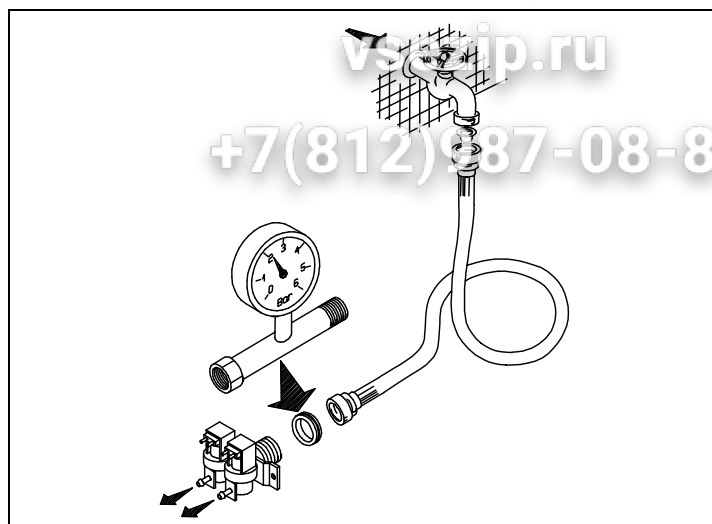
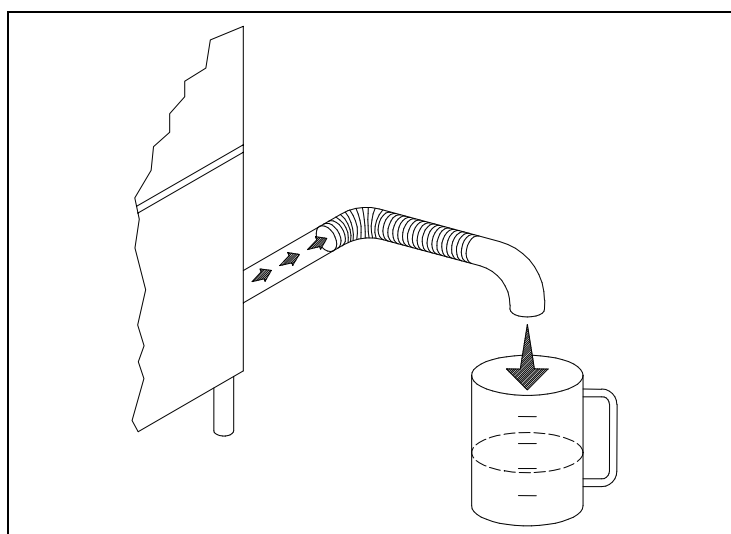

Fig. 2-4
Fig. 2-5
- L'apparecchio è previsto per l'allacciamento all'acqua fredda o calda (max 50 ÷ 55°C), con una pressione a valvola aperta come indicato nella Tab. 2-1. In caso di pressione superiore alla massima consigliata, bisogna installare un riduttore di pressione. In caso di pressione inferiore alla minima consigliata, bisogna installare una pompa di aumento pressione di max 0.5 Hp, con una portata di 20 L/min ed una prevalenza di 15÷20 mt.. Il controllo della pressione deve essere effettuato all'ingresso dell'elettrovalvola (ved. fig.2-4). La condotta dell'acqua deve avere un diametro interno di almeno 16/18 mm (ved. fig.2-5). Collegare il tubo di carico acqua dell'apparecchio ad un rubinetto d'intercettazione (B), posto preferibilmente nelle immediate vicinanze dell'apparecchio, interponendo l'apposito filtro in dotazione (B1) (ved. fig.2-2). Si consiglia l'installazione di un decalcificatore (C) (non in dotazione), montato a monte dell' elettrovalvola della macchina (ved.fig.2-3).
- The appliance is designed for connection to the cold or hot water supply (max. 50 55°C) at a mains pressure with the valve open as shown in Table 2-1 and a minimum output of 10 litres/min. If pressure exceeds the maximum, fit a pressure reducer. If pressure is lower than the minimum, fit a pressure booster pump of max. 0.5 HP, with an output of 20 litres/min. and a head of 15-20 metres. Pressure must be measured at the solenoid valve inlet (see fig. 2-4). The water pipes must have an internal diameter of at least 16/18 mm (see fig. 2-5). Connect the appliance water supply pipe to a cut-out tap (B), preferably placed close to the appliance, fitting the special filter provided (B1) (see fig. 2-2). We recommend fitting a water softener (C) (not provided) upstream from the machine solenoid valve (see fig. 2-3).
- Das Gerät ist für den Anschluss an Warm-und Kaltwasser (max. 50-55°C) vorgesehen, wobei der Druck bei offenem Ventil dem in Tab. 2-1. Bei höherem Druck als dem empfohlenen einen Druckminderer installieren. Bei niedrigeren Druck als empfohlen eine Druckerhöhungspumpe mit max. 0,5 PS , einer Förderleistung von 20l/min und einer Förderhöhe von 15-20m installieren. Die Druckkontrolle muss am Eingang des Elektroventils erfolgen (siehe Bild 2-4). Die Wasserleitung muss einen Innendurchmesser von mindestens 16/18 mm aufweisen (siehe Bild 2-5). Den Zulaufschlauch des Gerätes an einen möglichst nahegelegenen Wasserhahn (B) anschliessen und den vorgesehenen Filter (B1) anbringen (siehe Bild 2-2). Der Einbau eines Etkalkers (C) wird empfohlen; dieser gehört nicht zur Ausstattung und muss vor dem Elektroventil der Maschine eingebaut werden. (siehe Bild 2-3).
- L'appareil peut être raccordé à l'eau froide ou chaude (50:55°C max) à une pression, soupape ouverte, comme indiqué dans le Tableau 2-1. Si la pression dépasse la pression maximum conseillée, il faut installer un réducteur de pression. Si la pression est inférieure à la pression minimum conseillée, il faut installer une pompe pour faire augmenter la pression de 0,5 Hp max., à un débit de 20 litres /min et à une hauteur d'élévation de 15-20 m. Le contrôle de la pression sera effectué à l'entrée de l'électrovanne (voir fig. 2-4). Les conduites d'eau auront un diamètre interne d'au moins 16/18 mm (voir fig. 2-5). Raccorder la conduite d'arrivée de l'eau de l'appareil à un robinet secondaire (B), installé si possible tout près de l'appareil, après avoir intercalé le filtre spécial fourni (B1) (voir fig. 2-2). Nous conseillons d'installer un adoucisseur (C) (non fourni) qui sera monté en amont de l'électrovanne de la machine (voir fig. 2-3).
- Este aparato se puede alimentar con agua caliente o fría (máx. 50 ÷ 55°C); la presión del agua con válvula abierta está indicada en la Tabla 2-1. En caso de que la presión fuera superior a la máxima que se aconseja, instale un reductor de presión; si fuera demasiado baja, instale una bomba de aumento de presión de 0,5 Hp (máximo), con un caudal de 20 litros por minuto y una altura de elevación de 15 a 20 m. El control de la presión se debe efectuar en la entrada de la electroválvula (véase fig. 2-4). La tubería del agua debe tener un diámetro interior de 16-18 m. por lo menos (véase fig. 2-5). Conecte el tubo de alimentación del agua del aparato a un grifo de paso (B), que irá montado preferentemente muy cerca del aparato, tras interponer el filtro (B1) del equipamiento base (véase fig. 2-2). Es aconsejable instalar un descalcificador (C) (que no forma parte del equipamiento base). El descalcificador irá montado antes de la electroválvula de la máquina (véase fig. 2-3).
- O aparelho é predisposto para ser alimentado com água fria ou quente (máx 50-55°C), com uma pressão, com a válvula aberta, como indicado na Tab. 2-1 e com um fluxo de 10 lt/min. No caso de uma pressão superior à máxima indicada, é necessário instalar um redutor de pressão. No caso de a pressão ser inferior à indicada, é necessário instalar uma bomba de máx 0,5 Hp, com um fluxo de 20 lt/min. O controle da pressão deve ser efetuado na entrada da electroválvula (ver figura 2-4). O tubo de água ou mangueira deve ter um dia metro interno de pelo menos 16/18 mm (ver fig. 2-5). Conectar o tubo de alimentação de água do aparelho à uma torneira de fechamento manual (B), colocada de preferencia proxima ao aparelho, conectando o filtro em dotação (B1) (ver fig. 2-2). Aconselha-se a instalação de depurador (filtro) de águas duras (calcário) (C), o qual não é previsto no fornecimento da máquina, montado antes da entrada da electroválvula (ver fig. 2-3).
- Het apparaat is geschikt voor aansluiting op warm of koud water (max. 50 - 55°C), met een druk bij geopend ventiel zoals aangegeven in Tab. 2-1. Bij een hogere druk dan de geadviseerde maximum druk moet er een drukregelaar geïnstalleerd worden. Bij een lagere druk dan de geadviseerde minimum druk moet een drukverhogingspomp van max. 0,5 HP geïnstalleerd worden met een opbrengst van 20 l/min en een opvoerhoogte van 15-20 m. De controle van de druk moet op de ingang van het elektroventiel gecontroleerd worden (zie afb. 2-4). De waterslang moet een inwendige diameter van ten minste 16/18 mm hebben (zie afb. 2-5). Sluit de watertoevoerslang van het apparaat aan op een afsluitkraan (B) die bij voorkeur dicht bij het apparaat geplaatst moet zijn en zet het speciale meegeleverde filter (B1) ertussen (zie afb. 2-2). Er wordt geadviseerd om een waterontharder (C) (niet meegeleverd) te installeren, die vóór het elektroventiel van de machine geplaatst moet worden (zie afb. 2-3).